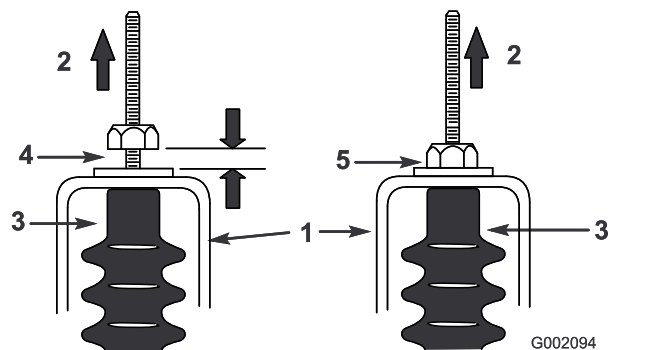

Рисунок 65
5. Потяните вверх каждый трос переключения передач, чтобы убедиться в наличии зазора от 0,76 до 1,52 мм между гайкой/шайбой и кронштейном нейтрали (**Рисунок 65**).